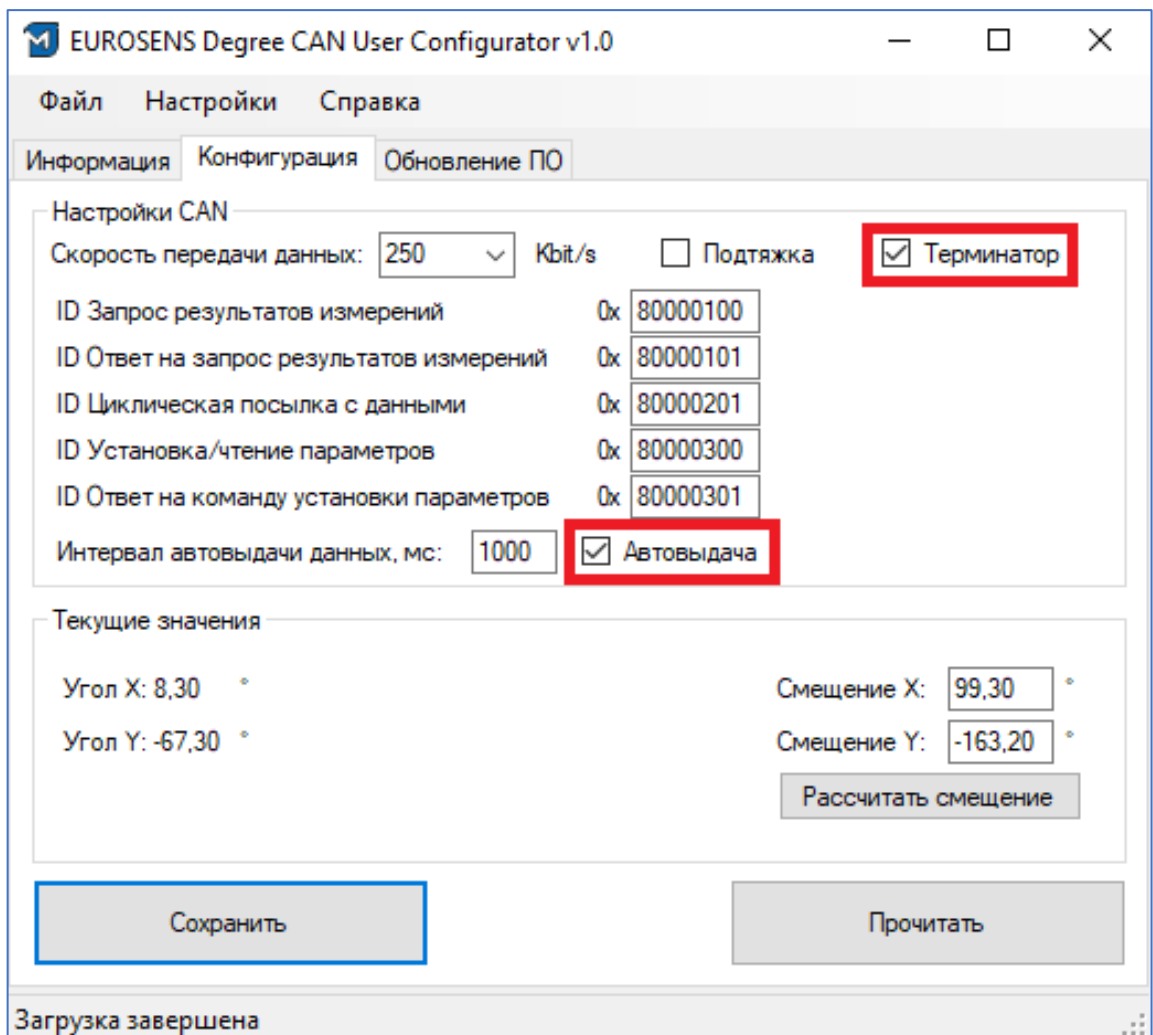

рис. 7.6. Настройки датчика
- 1) Для работы с терминалом, в настройках датчика включите «автовываду» данных и «терминатор» (рис. 7.6).